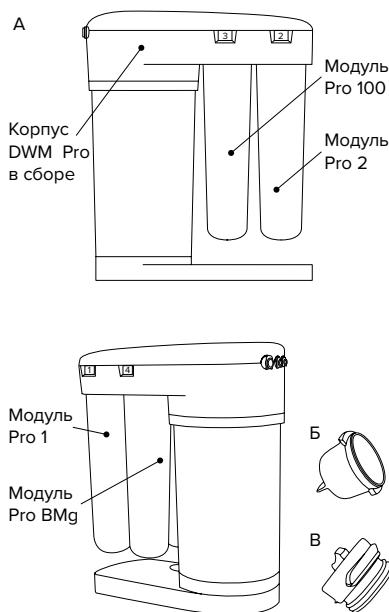

Рис. 1
1. **Корпус DWM Pro** (рис. 1) состоит из верхней плиты с коллекторами для подсоединения сменных фильтрующих модулей, блока гидроавтоматики, основания, обеспечивающего устойчивость DWM Pro. Верхняя плита закрыта декоративной крышкой, закрепленной пластиковыми фиксаторами. Важной деталью корпуса DWM Pro является накопительный бак для чистой воды. Так как производительность обратноосмотической мембранны невелика (зависит от типа мембранны, температуры воды, давления в водопроводе), вода после мембранны поступает в накопительный бак для того чтобы Вы могли пользоваться чистой водой в любой момент и в необходимых количествах.